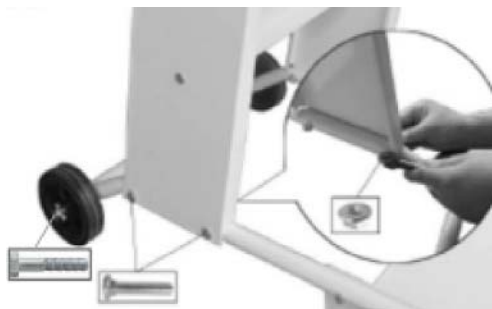

Fig. 4: Montage van de wielen en zijplaten
2. Bevestig de wielen en de twee zijplaten aan de onderzijde van het chassis met de vierkante M8x40 bouten en moeren (fig. 4).